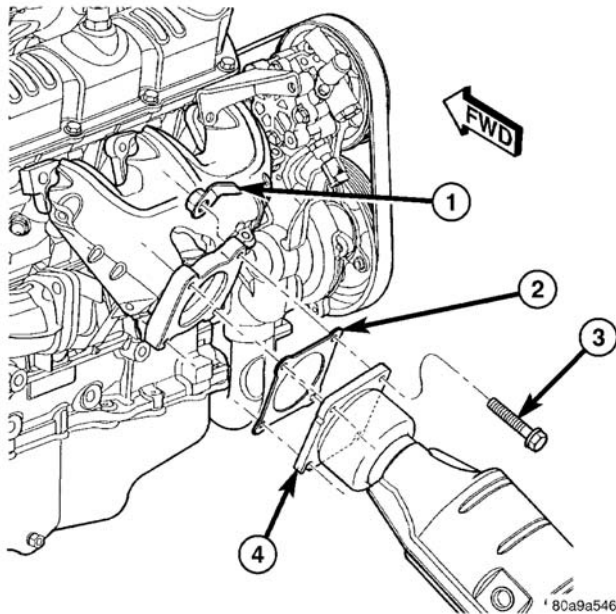

图 7 催化转换器至排气歧管
- (33) 配备 AWD：卸下分动器控制组件（PTU）。
- (34) 从歧管上断开排气管（图 7）。